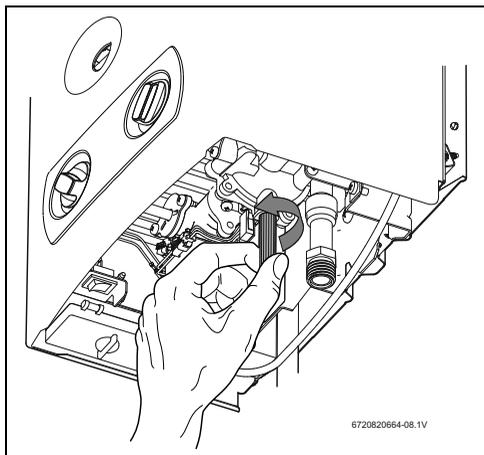

Fig. 11 Vite di scarico
- Svitare la vite di scarico dell'apparecchio (fig. 11).